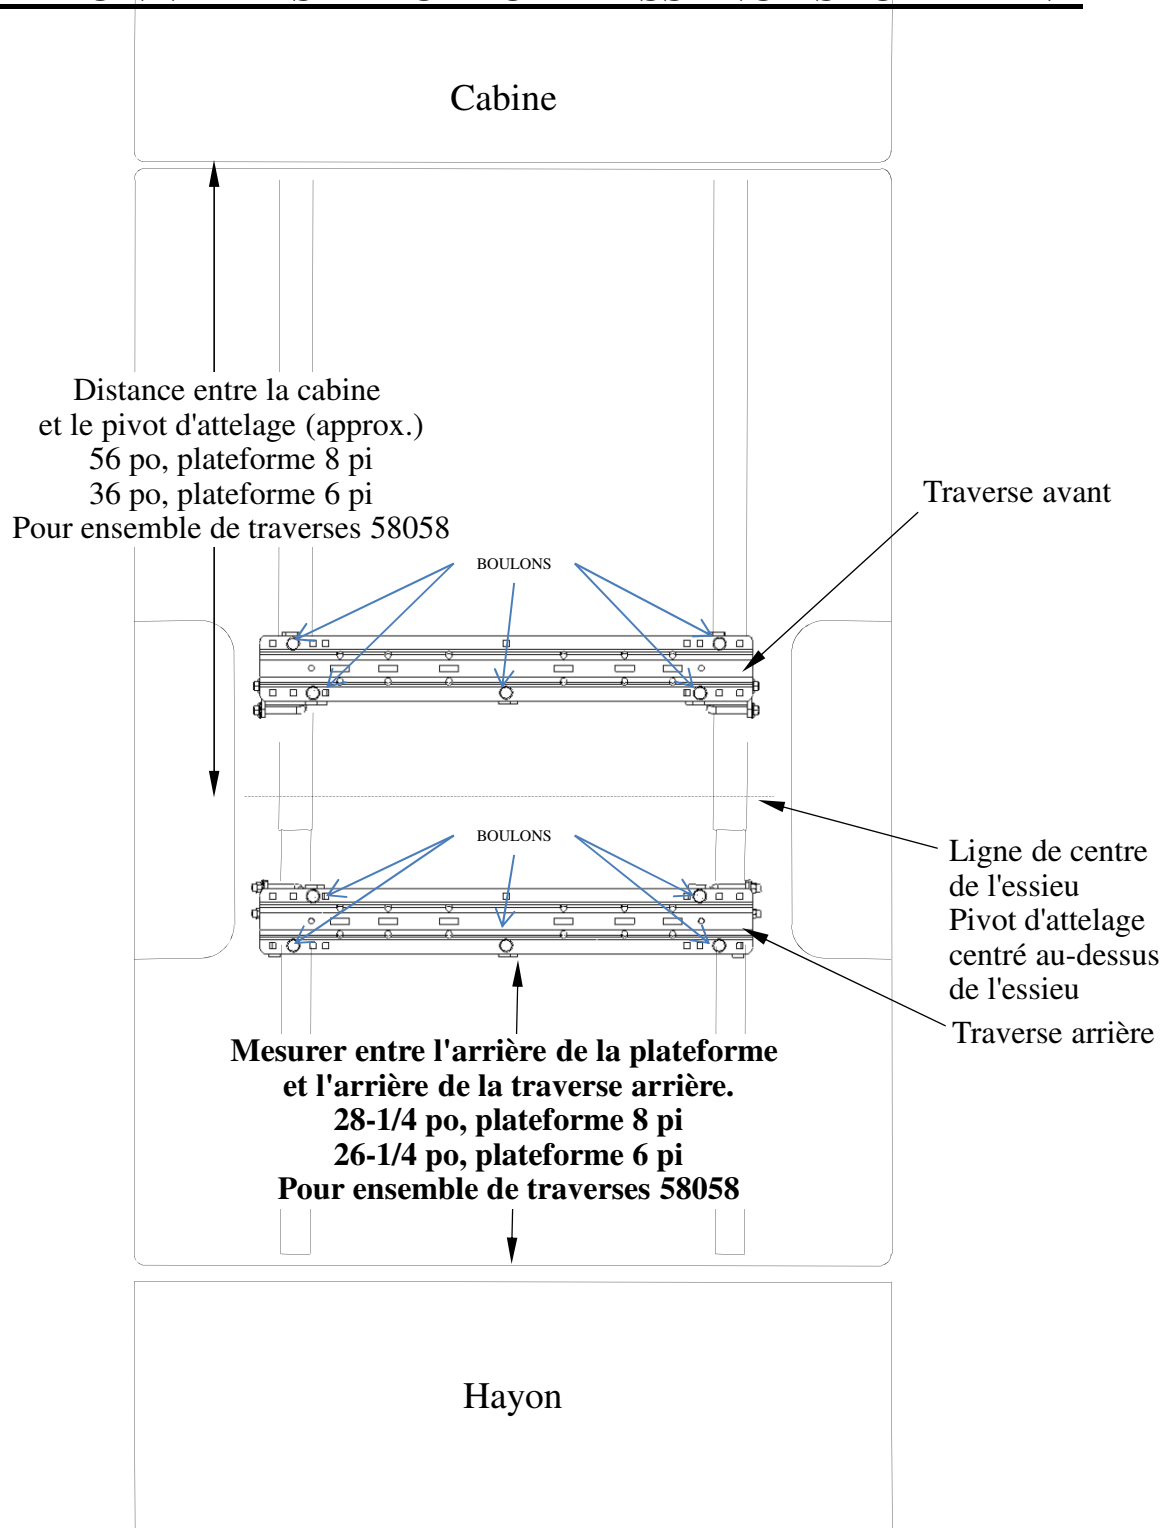

Figure 3A
20. Suivre les instructions précédentes mais poser les supports (2) et (4) en position inversée.
22. Pour les endroits à percer, voir la Fig. 3A à la page 25.